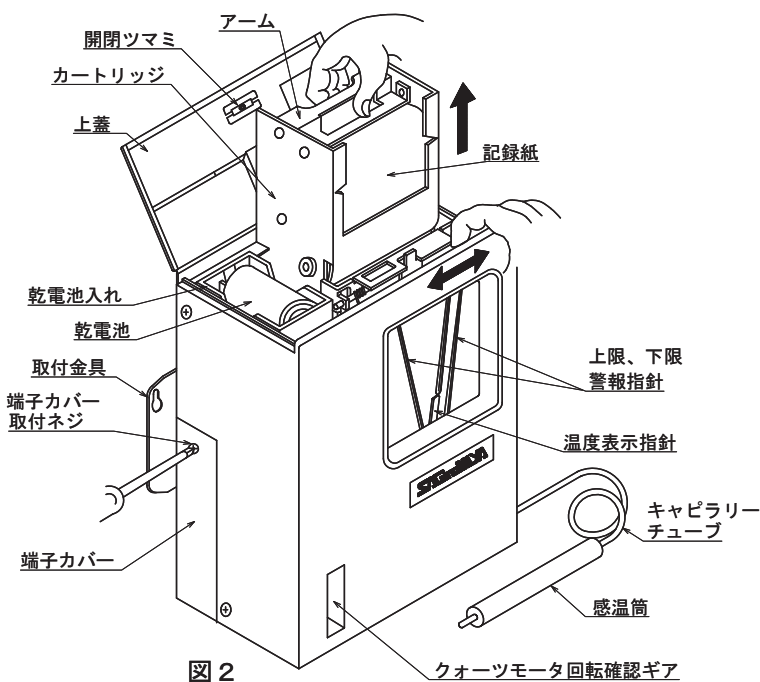
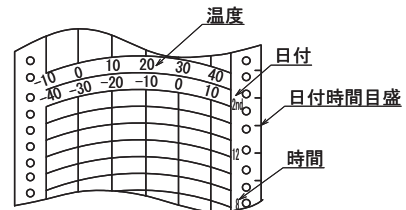
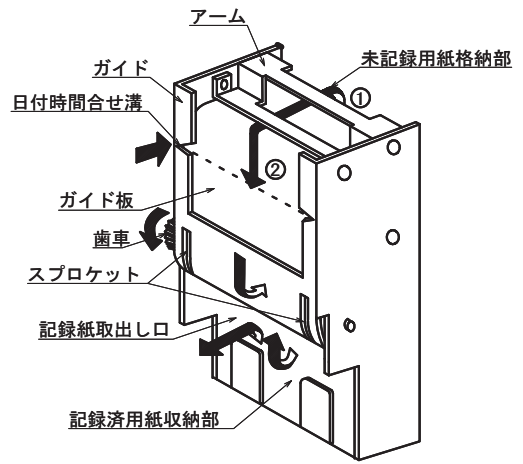
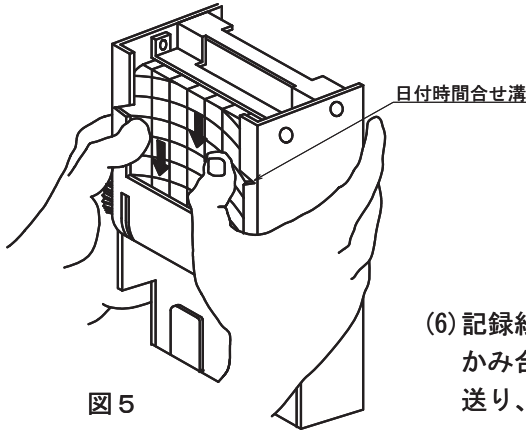

図2
図1
図4
図5
- (1) 記録紙の内容は、図1のとおりです。
- (2) 記録紙の入れ方は開閉ツマミを反時計方向にまわし、上蓋を開いて内部のカートリッジを取り出してください。(図2)
- (4) アームの下から、ガイド板の間を通します。(図4①→②)
(5) ガイドとガイド板の間を通します。この場合、記録紙が日付時間合せ溝からガイドの外に出ないように、ガイド板に記録紙を充分そわせて、すり降ろしてください。(図4、図5)
- (6) 記録紙の側面の孔に、スプロケットの歯がカメラとフィルムのように、かみ合った事を確認してから歯車をまわして記録紙を記録済用紙収納部に送り、歯車をまわして記録紙を記録済用紙収納部に送り込んでください。(図4)
- (1) 歯車をまわしながら日付時間合せ溝に記録紙の日付時間目盛をその時刻に合わせてください。(図1、図4)
(2) 記録紙を未記録用紙格納部ならびに記録済用紙収納部に、折りぐせに沿って折りたたんで収納してからカートリッジを本体にさし込んでください。(図2、図4)
記録後の記録紙の取り出しは、先ずカートリッジを本体から取り出して、次に記録紙取り出し口からおこなってください。なお記録紙が全部記録済用紙収納部に収納されていない時には、歯車を回して記録紙を収納部に全部送り込んでから取り出してください。(図4)
乾電池の出し入れは開閉ツマミを反時計方向にまわし、カバーを開けておこなってください。(図2)
- (1) 単2乾電池の挿入と同時にクォーツモーターは始動します。
(2) クォーツモーターの回転確認ギアの動きにより始動を確認してください。(図2)
なお上限警報指針と、下限警報指針は交差する事はできません。(図2)
③ : 警報共通端子
④ : 上限警報端子
⑤ : 下限警報端子
- (1) 端子の接続は、端子カバー取付ネジをゆるめ端子カバーを外しておこなってください。(図1)
(2) 内部端子は右図のとおりです。
(3) 各電線の端子には圧着端子(M3.5)を使用してください。
(4) 電線は本体の底または裏面のノックアウトを破り、必ず付属のハトメゴムを使用してください。